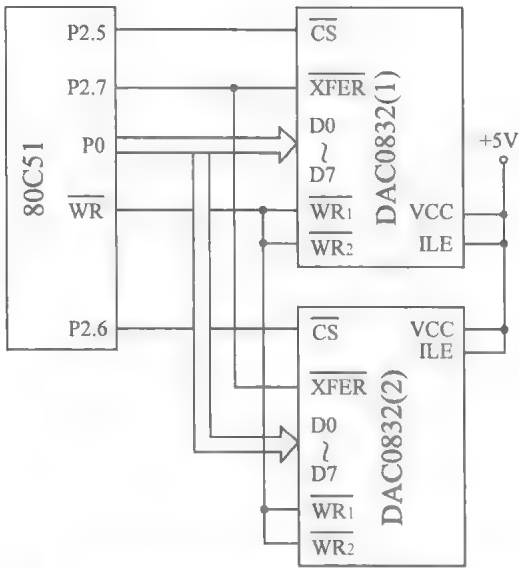

图 8.8 DAC0832 双缓冲工作方式连接图
(2) 双缓冲工作方式。DAC0832 的两个寄存器（输入寄存器和 DAC 寄存器）均处于受控状态。这种工作方式适合于多路模拟信号同时输出的应用场合，双缓冲工作方式连接如图 8.8 所示。